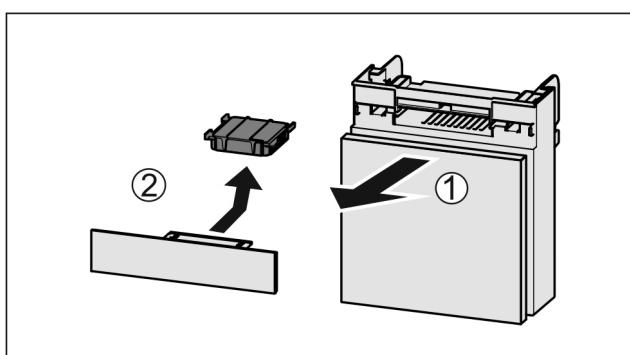

Fig. 99
- Вытянуть Fig. 99 (1) отделение движением вперед.
- Извлечение Fig. 99 (2) фильтра с активированным углем.